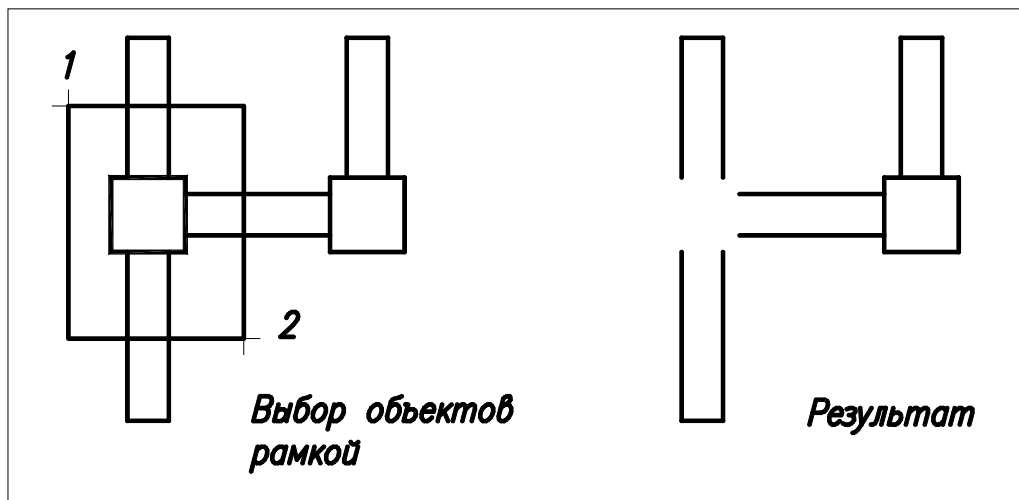

Рис. 3.3. Удаление объектов
3.3.1. Удаление (стирание) объектов (рис. 3.3)